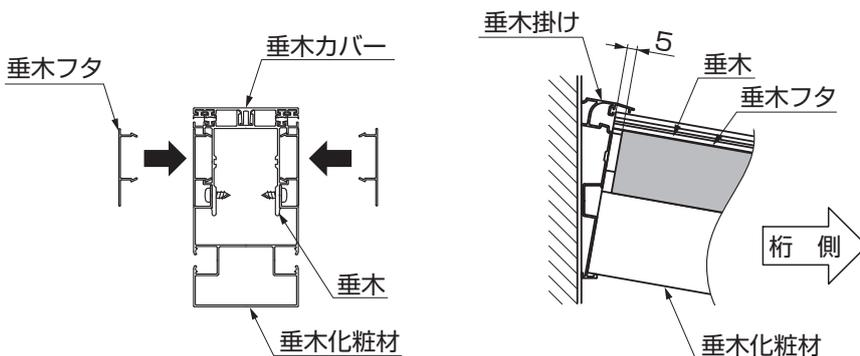

図15-3
- 垂木フタは桁側に寄せて取付けて、垂木掛けと垂木フタを5mm程度のすき間をあけてください。(図15-3参照)